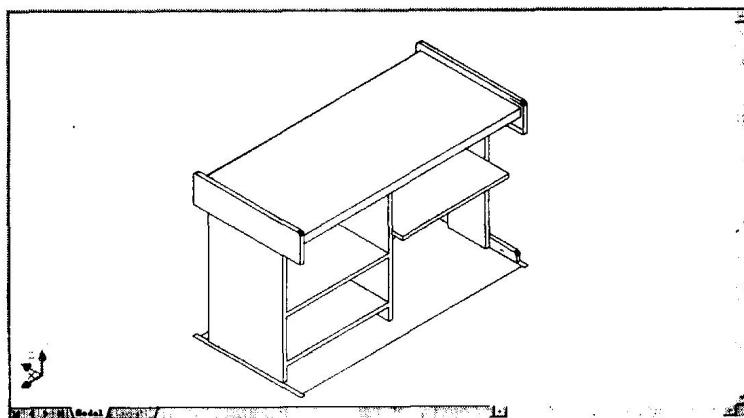

图 1.7 改变观察角度后的效果
- (3) 单击视窗上方的 按钮，则此桌子模型的观察角度发生改变，如图 1.7 所示。